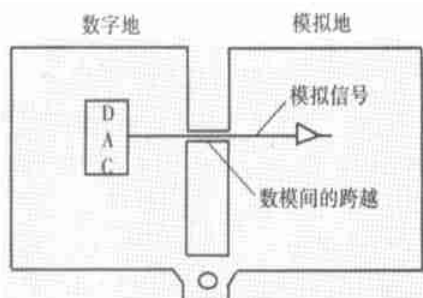

图 3 用于信号回路的数模间的跨越
(2) 连接线需要足够多的地线:每一信号需要有自己的专有的信号回路,而且信号和回路的环路面积尽可能小,也就是说信号与回路要并行。
(3) 模拟与数字电源的电源要分开:高频器件一般对数字噪声非常敏感,所以两者要分开,在电源的入口处接在一起。若信号要跨越模拟和数字两部分的话,可以在信号跨越处放置一条回路以减小环路面积。用于信号回路的数模间的跨越如图 3 所示。